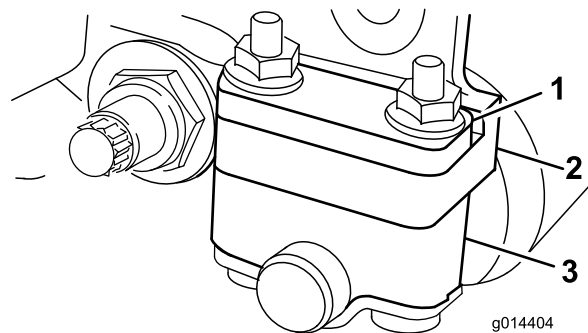
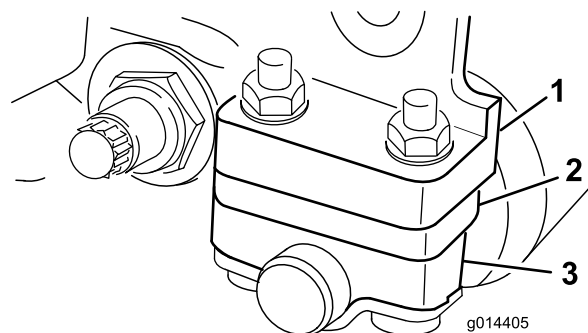

Figura 6
Figura 7
- Collocate il distanziale sotto la flangia di montaggio della piastra laterale se l'altezza di taglio è compresa tra 3 mm e 25 mm, come illustrato nella Figura 7.
In base all'altezza di taglio desiderata occorrerà regolare le staffe del rullo posteriore (Figura 6 o Figura 7) nella posizione bassa o alta:
- Collocate il distanziale sopra la flangia di montaggio della piastra laterale (impostazione di fabbrica) se l'altezza di taglio è compresa tra 1,5 mm e 6 mm, come illustrato nella Figura 6.
2. Rimuovete i (2) dadi che fissano ogni staffa del rullo e ogni distanziale a ciascuna flangia di montaggio della piastra laterale.
4. Posizionate i distanziali sui bulloni sopra o sotto le staffe del rullo, come opportuno (Figura 6 o Figura 7).